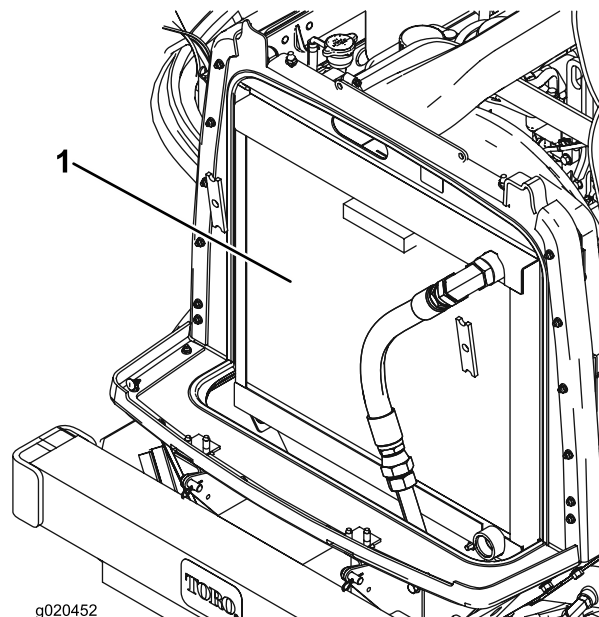

Figura 69
3. Limpe ambos os lados do radiador/dispositivo de arrefecimento de óleo com ar comprimido (Figura 69).